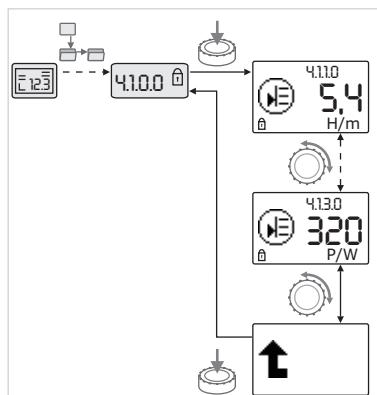

Fig. 46: Wywoływanie informacji
- Poprzez obracanie pokrętła wybierać elementy menu typu „Informacja” w aktualnych podmenu (patrz Fig. 46). Objasnienia symboli odpowiadających poszczególnym ustawieniom – patrz tabela w rozdziale 8.7 „Przegląd elementów menu” na stronie 164.